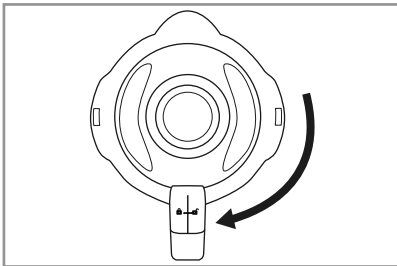

Afb. 1
- 1) Draai het mix-opzetstuk ③ tegen de wijzers van de klok in tot de pijl ▼ onder de greep van het mix-opzetstuk ③ in de stand ☑ staat. Neem het mix-opzetstuk ③ recht omhoog van het motorblok ⑥.
- 2) U kunt het deksel ② verwijderen, als u het zover tegen de wijzers van de klok in naar de stand ☑ draait (zie afb. 1) dat u het deksel er omhoog af kunt trekken.